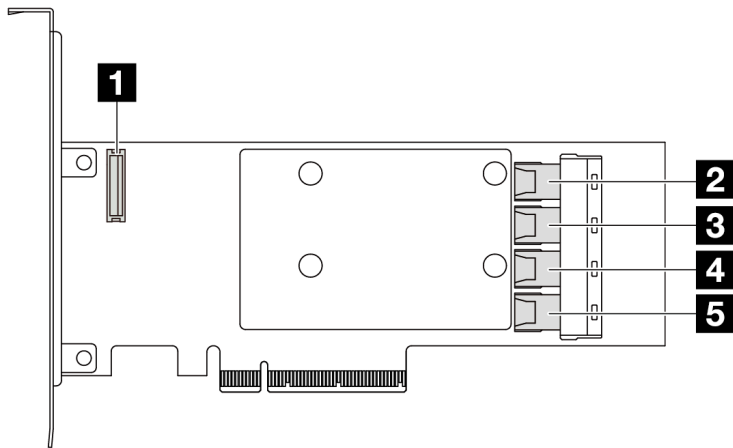

図 317. A Gen 3 16i SFF RAID/HBA アダプター (4 ポート・コネクタ)
- 357 ページの 図 317 「Gen 3 16i SFF RAID アダプター (4 ポート・コネクタ)」